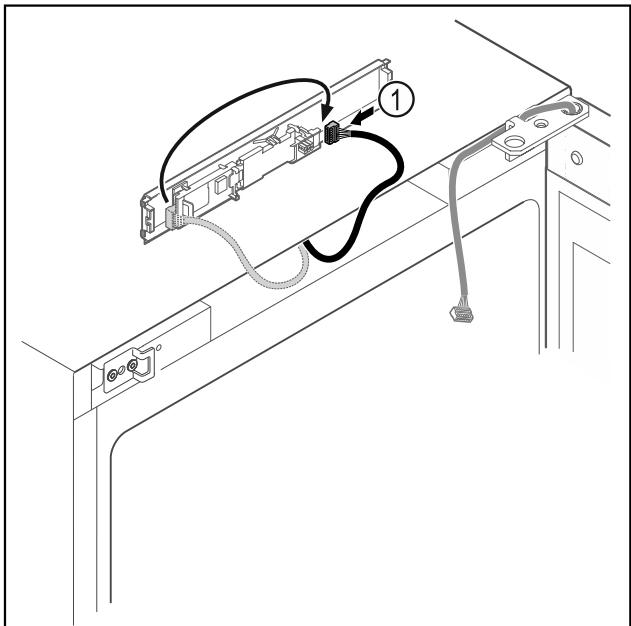

Fig. 11
- Pārspraudiet spraudni Fig. 11 (1) uz shēmas plati.